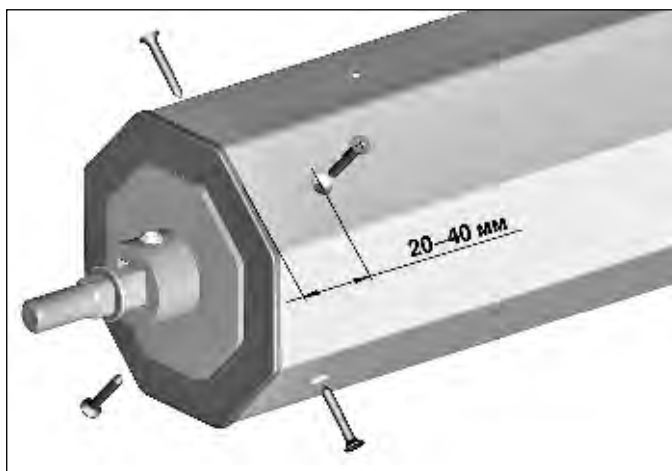

Рис.4.1 Фиксация капсулы регулируемой APB102 с валом RT102x2,5.
- 1) После установки капсулы APB102 оголовком в октагональный вал RT102x2,5 необходимо зафиксировать капсулу 4-мя самонарезающими винтами 4,2x25 мм (рис.4.1).